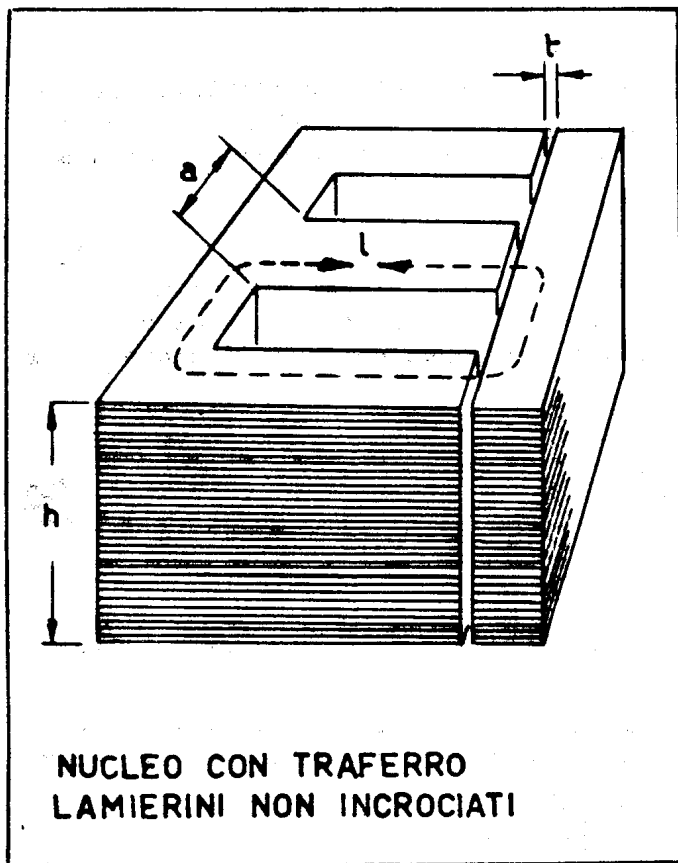

Fig. 5
**TRAFERRO**, si puo' realizzare interponendo un pezzo di materiale isolante oppure distaccando soltanto fra di loro le due parti dei lamierini. Occorre che Lei osservi come in fig. 5 l'intervallo "t" rappresenti metà del traferro effettivo perchè le linee di flusso, nel loro percorso, incontrano per due volte il tratto t nel quale non vi è il materiale ferroso del nucleo.